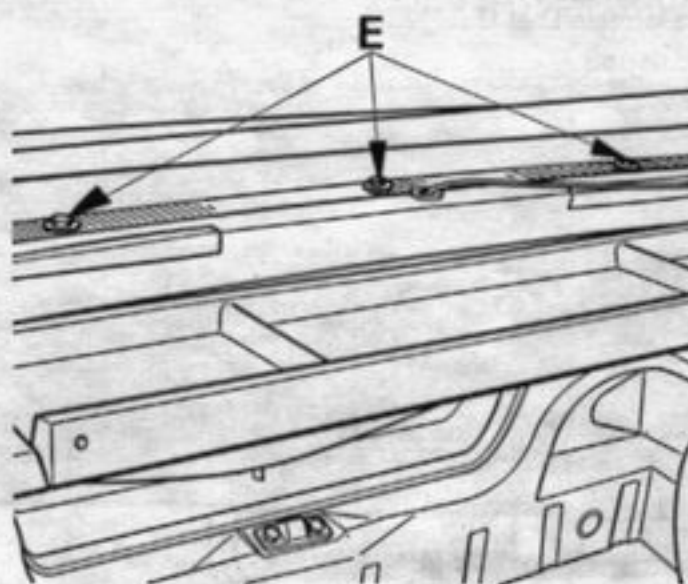

Figure 3
- . vis de fixation de membrure de lunette AR (E, figure 3)
- Fixer la membrure de lunette, (E, figure 3)